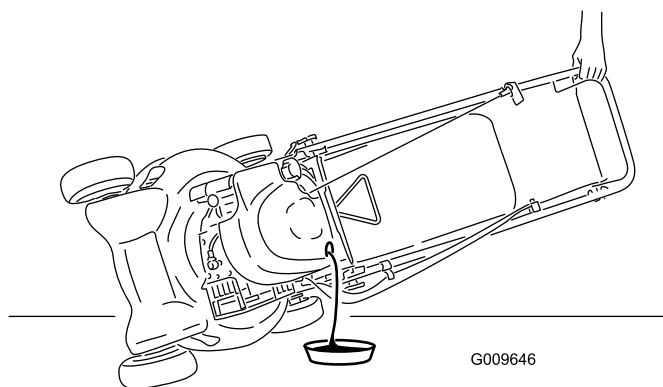

Figure 19
- Inclinez la tondeuse sur le côté (jauge en bas) pour vidanger l'huile usagée par le goulot de remplissage (Figure 19).